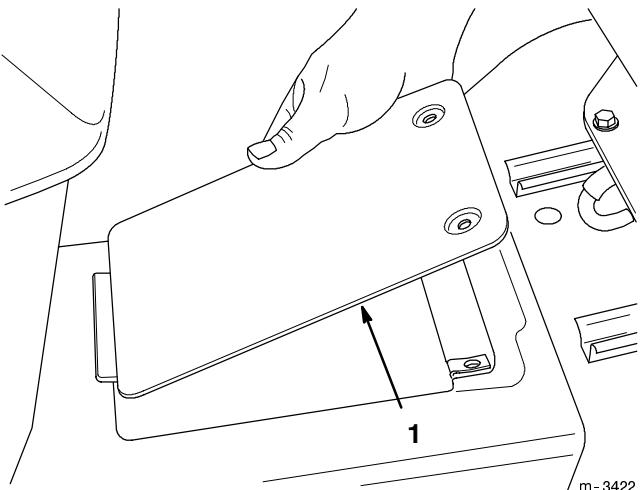

Abbildung 34
3. Die Antriebswellen-Wartungsabdeckung am Traktortunnel neben dem Sitz öffnen, indem die beiden Befestigungsschrauben losgeschraubt werden und dann die Abdeckung angehoben wird (Abb. 34).